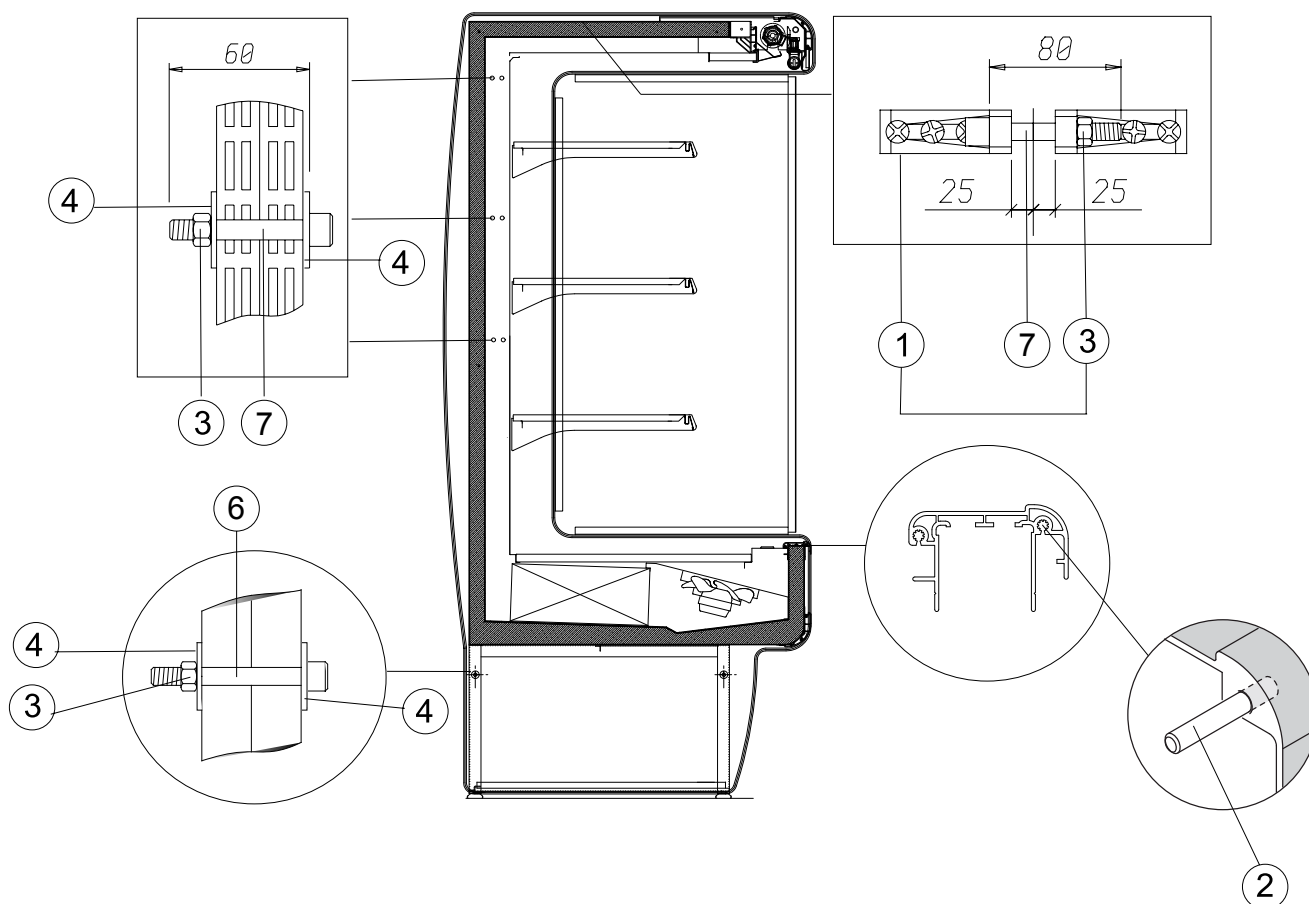

Рис. 25
20. Соединение витрин в канал (**Рис. 25**) - технический специалист.